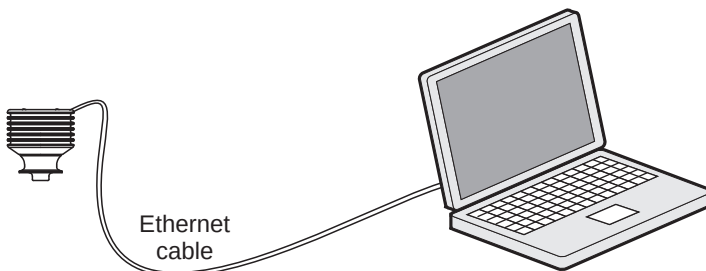

Figura 2.1 Configuración de red sencilla.
En su forma más simple, la red está formada por un refratômetro y una computadora. Esta configuración se muestra en la figura 2.1.
Todos los Sanitary OEM Refractometerse envían con la dirección IP predeterminada de fábrica 169.254.23.33. Esta dirección corresponde a las direcciones Zeroconf (según se define en la norma IETF RFC 3927), para que se pueda acceder a ella desde una computadora independiente (figura 2.1), normalmente sin tener que cambiar la configuración de red de la computadora. *Esta dirección permanecerá en el instrumento incluso después de definir una dirección IP diferente. El sensor responde en la dirección que sea llamada en primer lugar tras el arranque.*
- configure una red con un único Sanitary OEM Refractometer y una única computadora (figura 2.1)